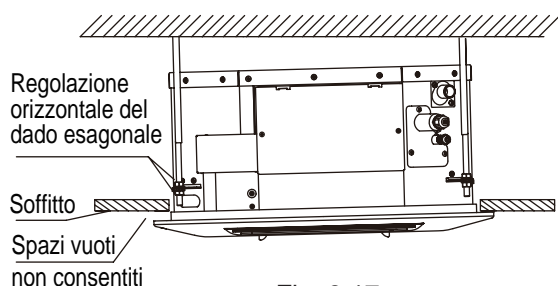

Fig. 3.17
- Fare attenzione a che non siano presenti spazi tra il soffitto e il pannello. Vedi la Fig. 3.17.